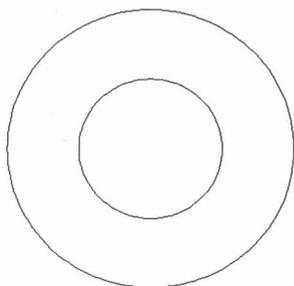

图1-7 绘制直线
**步骤 07** 在命令行中输入LINE（直线）命令并按回车键确认，根据命令行提示进行操作，在绘图区的同心圆的右侧，以任意一点为直线的第一个点，输入34，按回车键确认，绘制一条垂直直线，如图1-7所示。